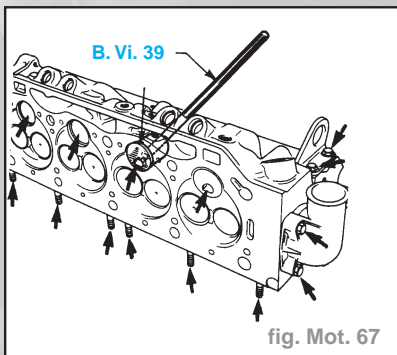

fig. Mot. 67
- Déposer les préchambres, si nécessaire, frapper légèrement avec l'outil **B. Vi. 39** introduit par le logement des porte-injecteurs (fig. Mot. 67).